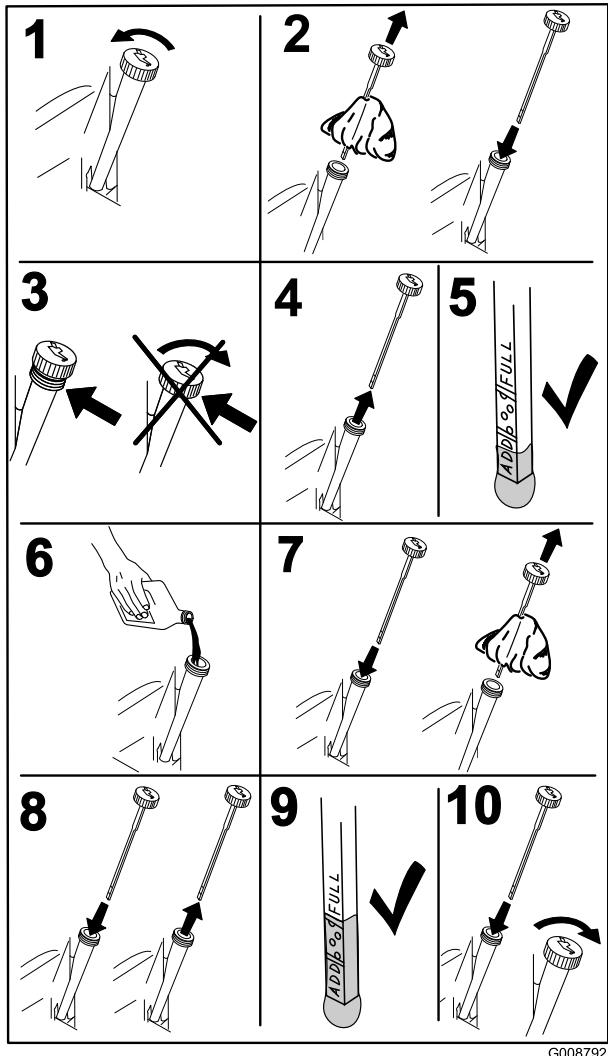

Figura 31
2. Verifique o óleo, como se mostra na Figura 31.